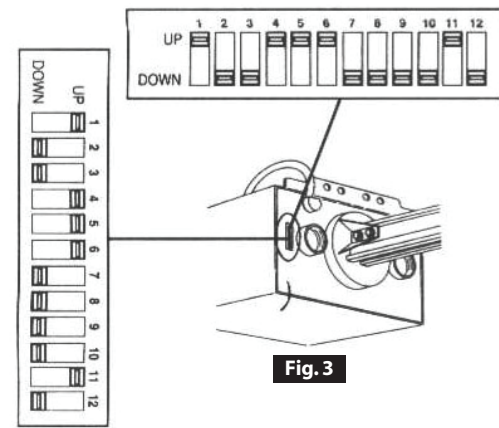

Fig. 3
- Etape 2-1** Trouvez l'emplacement Des Interrupteurs de R3glage Du Code Qui Se Trouvent Sur Le Ferme-porte Automatique. **Fig. 3**